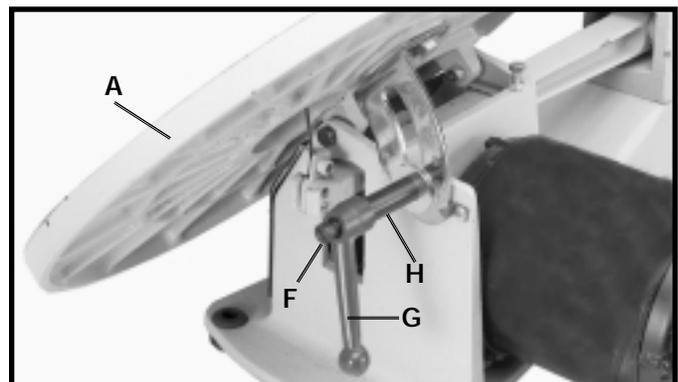

Fig. 10
8. Placez la poignée (G) fig. 10 sur le goujon de verrouillage (H) et montez-la avec la vis et le ressort (F). Mettez la table (A) en position horizontale et verrouillez-la en tournant la poignée (G) dans le sens horaire.